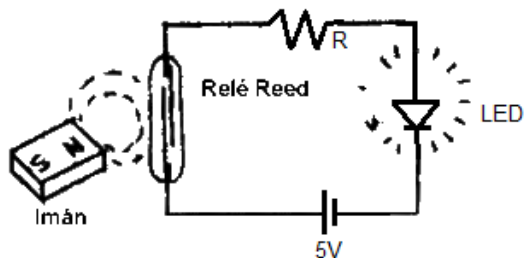

Figura 5.
- Para un sensor simple de abierto-cerrado tal como un relé Reed este indicador puede ser tan simple de utilizar como LED. Construya el circuito de la Figura 5 utilizando un LED y resistencia limitadora. Muestre al docente su funcionamiento.